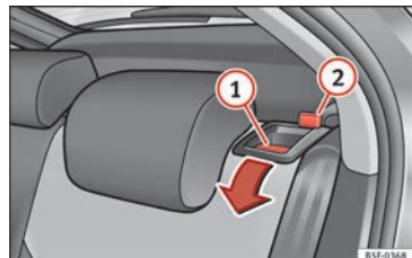

Fig. 154 Levier de déverrouillage du dossier.
- Appuyez sur le levier de déverrouillage »» **fig. 154** ① dans le sens de la flèche.
- Relevez le dossier jusqu'à ce qu'il s'encastre correctement »» **△**. Le dossier est enclenché correctement lorsque le repère rouge de la goupille »» **fig. 154** ② n'est plus visible.